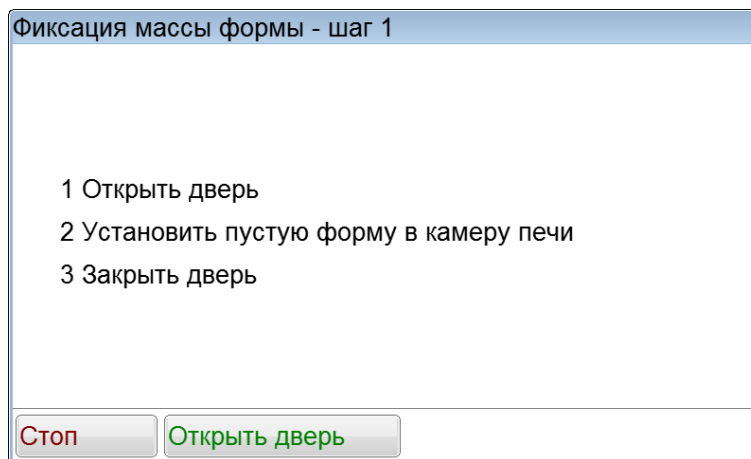

Рисунок 22 – Установка пустой формы в камеру печи
4.7.4 Если дверь печи закрыта, нажать кнопку **[Открыть дверь]** для её разблокировки и открыть дверь. Установить пустую форму в камеру печи (см. рисунок 22).